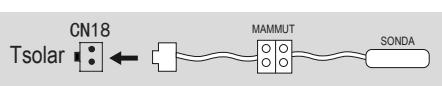
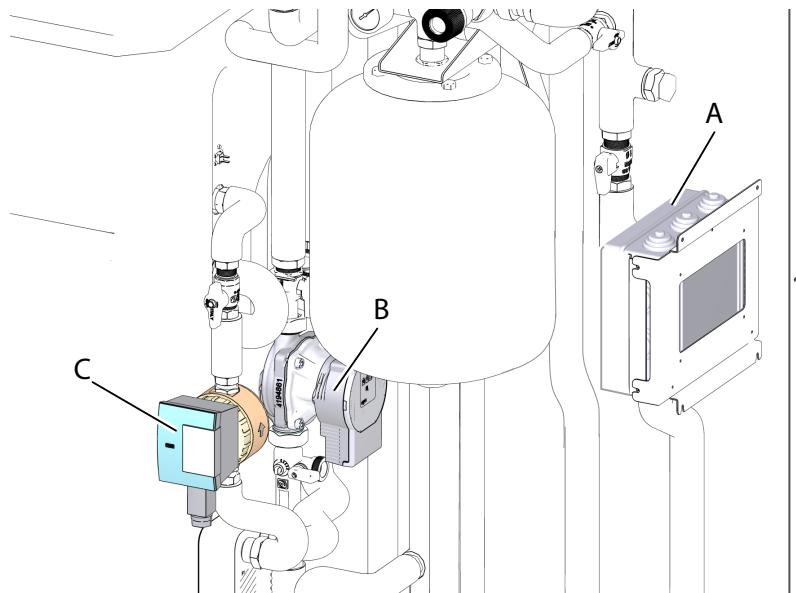

fig. 88 -
fig. 89 -
- Collegare il cavo "CPS" al circolatore pannello solare (part. B "fig. 89 -"), il cavo "CBS" al circolatore bollitore ACS (part. C "fig. 89 -") e quindi ai morsetti della scatola elettrica come indicato nello schema elettrico (fig. "fig. 88 -" a pagina 43).